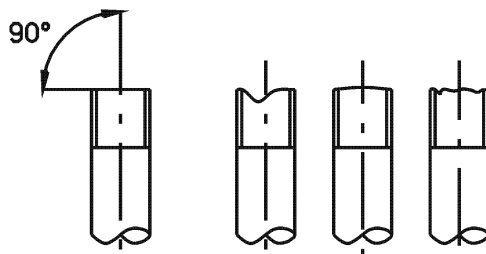

Fig. 23. Coupure du tuyau
- A. Couper le tuyau à évaser à l'aide d'un coupe-tube; vérifier que la coupure est bien perpendiculaire à l'axe du tuyau et éliminer les débris (cf. fig. 23).